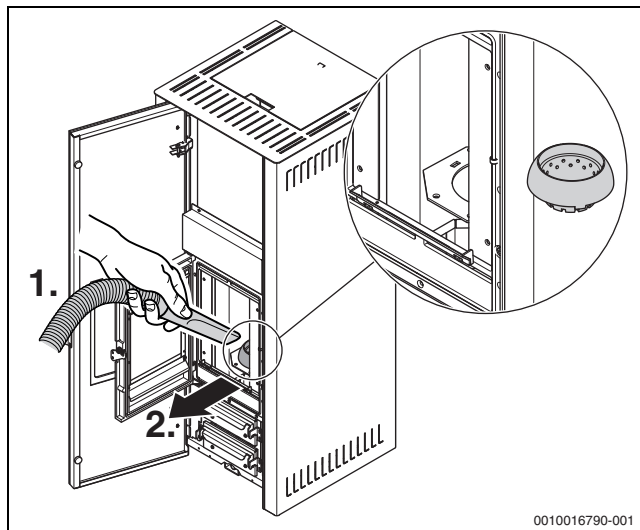

Bild 10 Asche entfernen
- ▶ Asche in der Brennerschale entfernen (→ Bild 10, 1.).
- ▶ Brennerschale aus dem Brennerkopf nehmen (→ Bild 10, 2.).